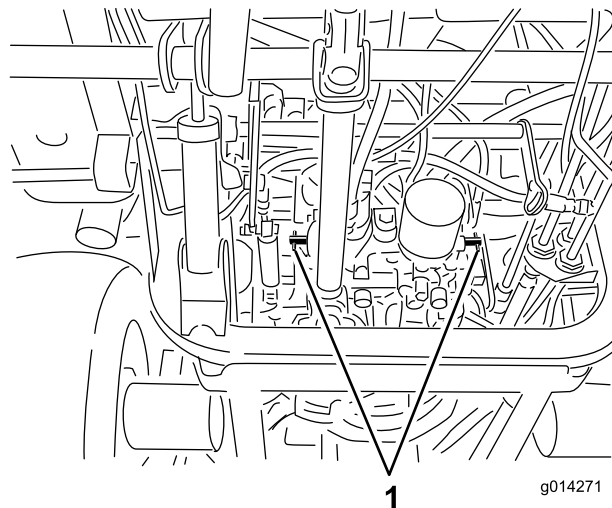

図 28
4. 各バイパスバルブを左回りに1回転させる **図 28**。
1. 各バイパスバルブを右に回転させて手締めする **図 28**。
2. **図 28**に示すように、バルブを $8\text{N}\cdot\text{m}$ $0.8\text{kg}\cdot\text{m}$ = $71\text{in}\cdot\text{lb}$ にトルク締めする。